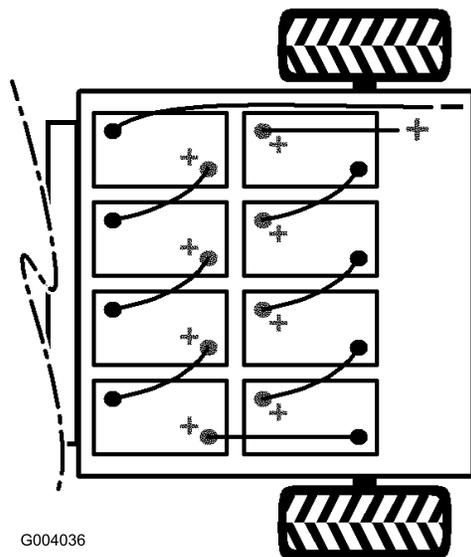

Bild 28
2. Schließen Sie das lange, schwarze, negative Hauptkabel zwischen dem Batterieverteiler und dem Fahrzeug von der Batterie ab (Bild 28).
3. Schließen Sie das lange, rote, positive Hauptkabel zwischen dem Batterieverteiler und dem Fahrzeug von der Batterie ab (Bild 28).
Hinweis: Achten Sie auf die Batteriepolartität, wenn Sie neue Batterien einsetzen (Bild 28).
9. Verbinden Sie die Batterien mit den vorher abgenommenen Batteriekabeln, siehe Bild 28.
10. Schließen Sie das lange, rote, positive Kabel zwischen dem Batterieverteiler und dem Fahrzeug an (Bild 28).
11. Schließen Sie das lange, schwarz, negative Hauptkabel zwischen dem Batterieverteiler und dem Fahrzeug an (Bild 28).